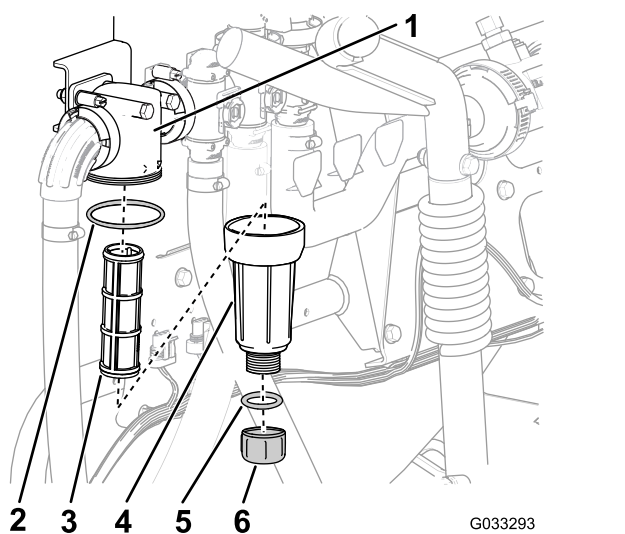

Рисунок 31
2. Поместите сливной поддон под фильтр линии нагнетания (Рисунок 31).
3. Поверните крышку сливного отверстия против часовой стрелки и снимите ее со стакана фильтра линии нагнетания (Рисунок 31).
4. Поверните стакан против часовой стрелки и отделите его от головки фильтра (Рисунок 31).
5. Снимите элемент фильтра линии нагнетания (Рисунок 31).
7. Проверьте прокладку пробки сливного отверстия (расположенную внутри стакана) и прокладку стакана (расположенную внутри головки фильтра) на наличие повреждений и износа (Рисунок 31).
8. Вставьте элемент фильтра линии нагнетания в головку фильтра (Рисунок 31).
9. Установите стакан на головку фильтра, затянув от руки (Рисунок 31).
10. Установите крышку сливного отверстия на штуцер в нижней части стакана и затяните крышку от руки (Рисунок 31).